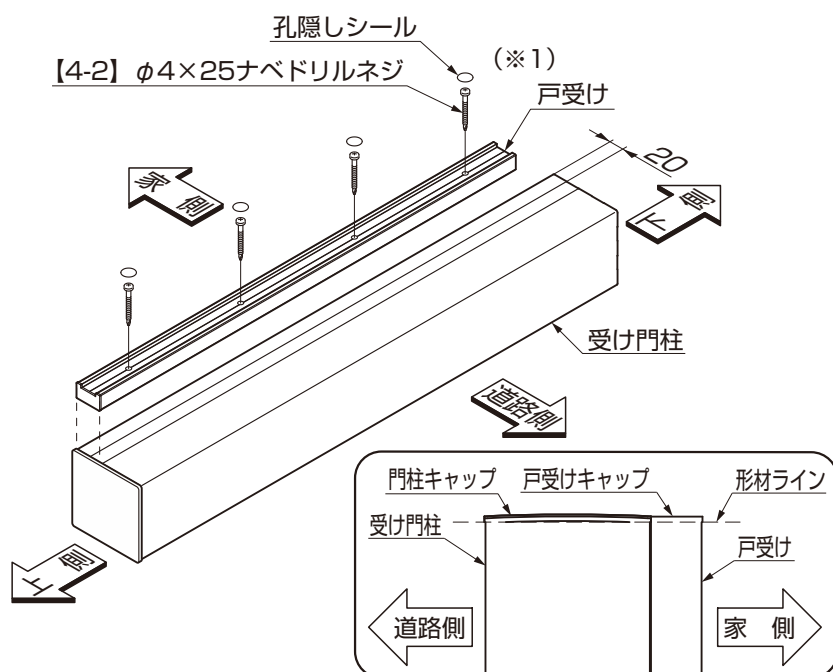

図3-5 戸受け取付位置
- 形材同士の上ツラで合わせて取付けてください。(図3-5参照)